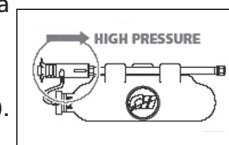

Figure 5
3. Tirez l'embout noir vers soi pour faire en sorte que la lance soit en mode haute pression (figure 5).